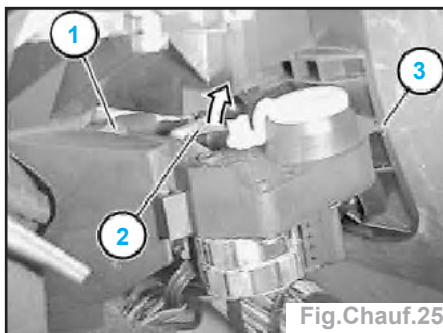

Fig. Chauff.25
- décrocher la tringlerie (2) dans le sens de la flèche (Fig. Chauff.25),